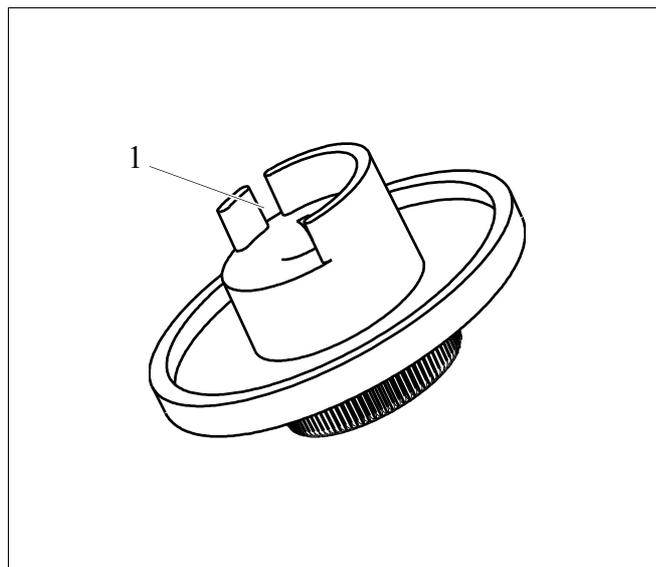

Рис. 3 Ручка настройки
- ▶ Отломите стопор (→ рис. 3, [1]).